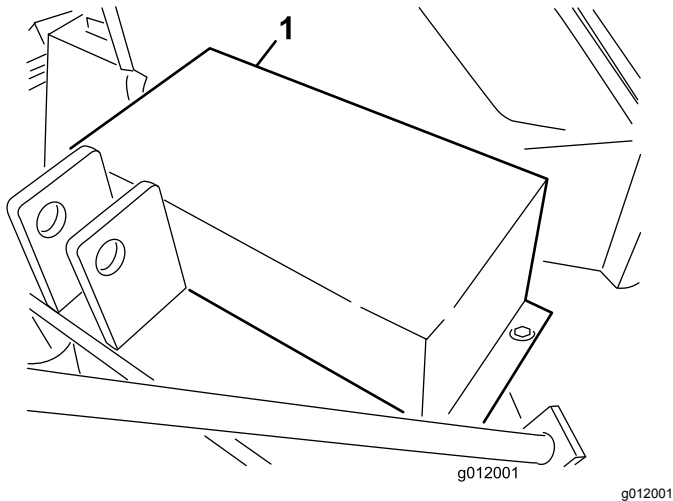

Figura 13
1. Retire los tornillos, las arandelas y las tuercas que fijan el protector de la correa a la carcasa del soplador (Figura 13).
2. Retire el protector de la correa (Figura 13).